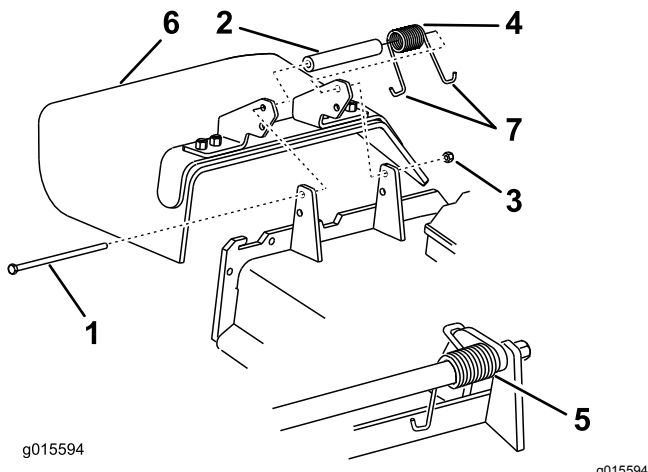

Figure 104
1. Retirez le contre-écrou, le boulon, le ressort et l'entretoise qui fixent le déflecteur aux supports de pivot (Figure 104). Déposez le déflecteur d'herbe s'il est endommagé ou usé.
**Remarque:** Prenez soin de placer une extrémité en J du ressort derrière le bord du tablier avant de mettre le boulon en place, comme illustré à la Figure 104.
- Remettez le boulon et l'écrou en place. Accrochez l'extrémité en J du ressort au déflecteur d'herbe (Figure 104).